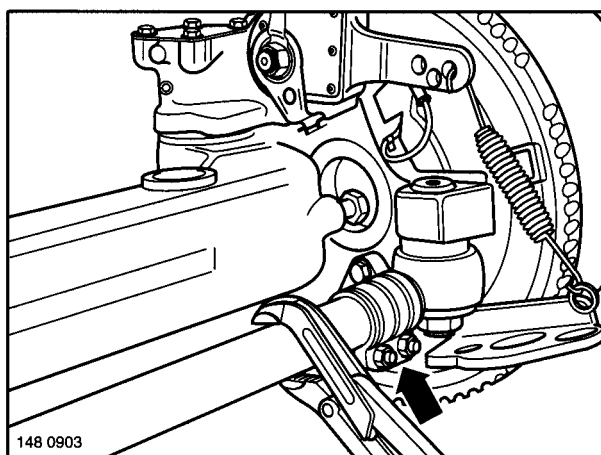

Fig. 3
(4) If the toe-in has to be corrected slightly, undo the clamping screws on the track rod ends (Fig. 3/arrow) and on the locking plate. If necessary, turn the track rod tube as required with a pipe wrench (Fig. 3).
(5) Again check and, if necessary, correct the distances in front of and behind the axle.
(4) Si la valeur de pincement doit être modifiée quelque peu, desserrer les vis aux extrémités de la barre d'accouplement (figure 3/flèche) et à la tôle de blocage et faire tourner la barre d'accouplement dans le sens voulu, en s'aidant si nécessaire d'une pince à tubes (figure 3).
(5) Contrôler la distance devant et derrière l'essieu et rectifier à nouveau si besoin est.
- (4) Muß das Vorspurmaß geringfügig berichtigt werden, Klemmschrauben an den Spurstangenköpfen (Fig. 3/Pfeil) und am Sperrblech lösen, Spurstangenrohr ggf. mit einer Rohrzange entsprechend verdrehen (Fig. 3).